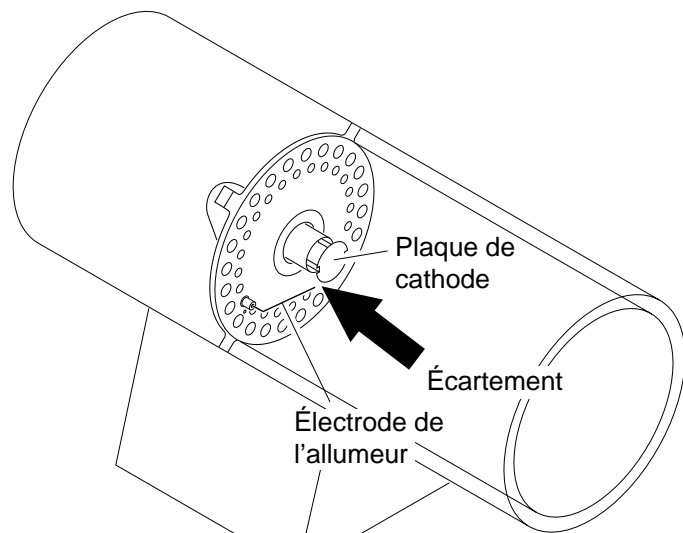

Figure 13 - Écartement entre l'électrode de l'allumeur et la plaque de cathode
A) Vérifier le fil de l'allumeur. Si nécessaire, le serrer ou le rebrancher. Voir l'emplacement du fil à la figure 13, page 13.
7. Régler l'écart entre l'électrode et la plaque de cathode à 4,3 mm (0,17 po) (voir la figure 13).